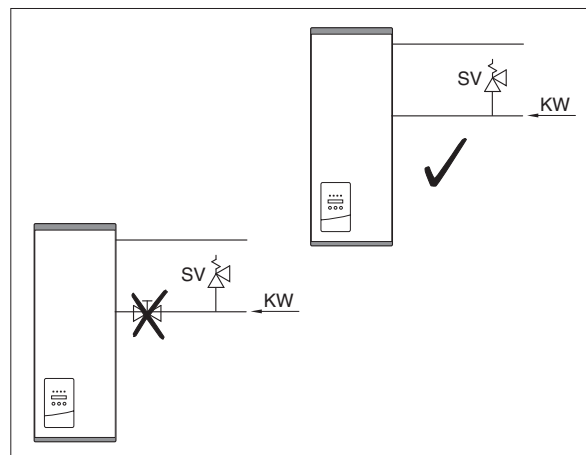

Abb. 4 Keine Absperrung zwischen Sicherheitsventil und Station
- Im Kaltwasserzulauf ist eine Sicherheitsgruppe erforderlich (s. Abb. 4 und 12)